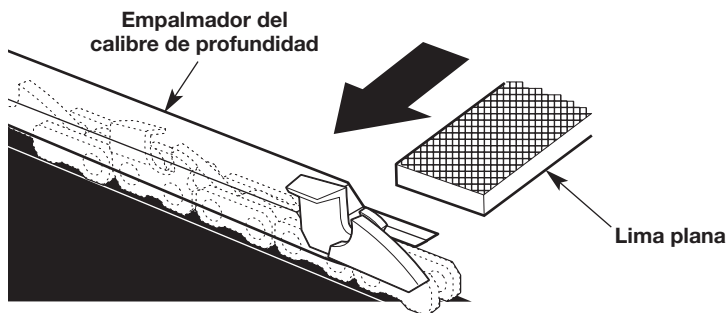

Fig. 34
3. Utilice un calibre de profundidad (no incluido) para medir el espacio libre del calibre de profundidad (Fig. 34) de cada cortador. El espacio libre del calibre de profundidad debe mantenerse a 1/32 pulgada (0,6 mm). El espacio libre del calibre de profundidad determina la profundidad a la cual el cortador ingresa en la madera durante la operación y el tamaño de las astillas de madera producidas. Demasiado espacio libre incrementa la probabilidad de retroceso. Demasiado poco espacio libre disminuye el tamaño de las astillas de madera, disminuyendo así la capacidad de corte.
- Utilice un empalmador de calibres de profundidad de 0.025 pulgada (0.635 mm) y una lima plana (herramientas no incluidas) para bajar el calibre de profundidad hasta el espacio libre correcto (Fig. 34).